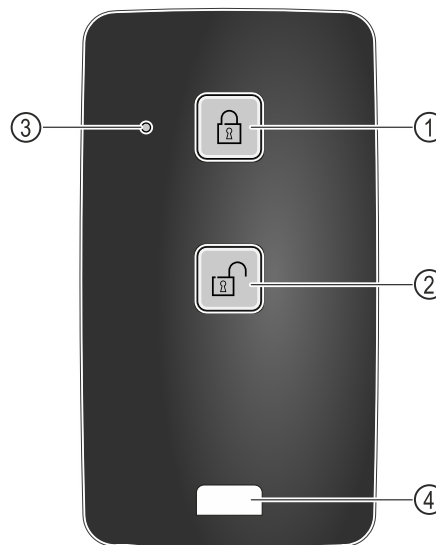

Fig. 245
- (1) Schloss verriegeln
- (2) Schloss entriegeln
- (3) Status LED
- (4) Befestigungsöse
- ▶ Taste Fig. 245 (1) auf der Fernbedienung drücken.
- ▶ Taste Fig. 245 (2) auf der Fernbedienung drücken.
- ▶ Status-LED Fig. 245 (3) gibt bei Tastendruck eine optische Rückmeldung.
- ▶ Öse Fig. 245 (4) zur Befestigung der Fernbedienung, zum Beispiel an einem Schlüsselbund.